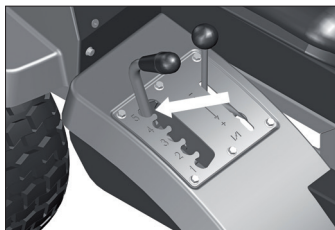

Fig. 22
Para selecionar a altura de corte desloque a alavanca de seleção de altura para uma das (5) posições disponíveis [Fig. 22].